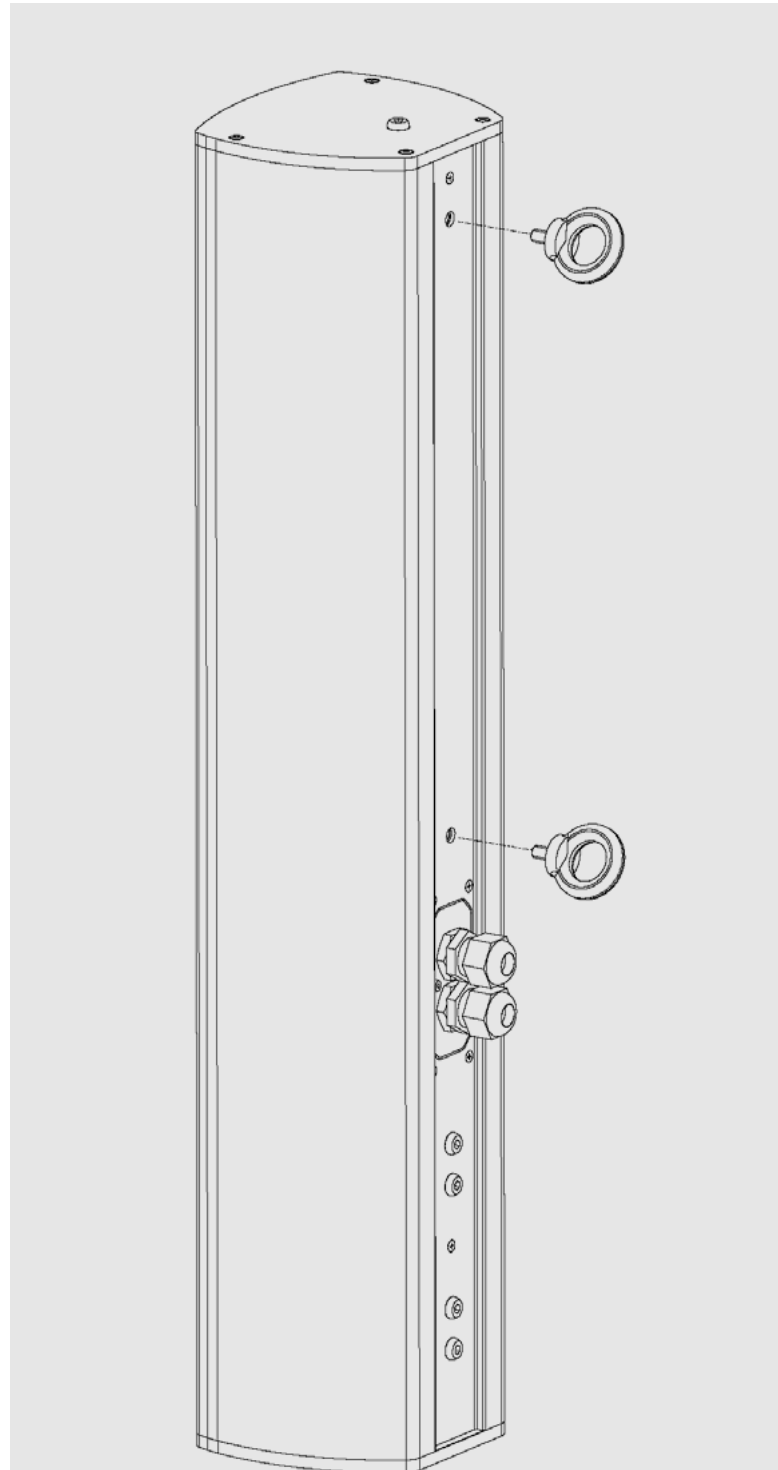

Abbildung 1
- Zum Anschlagen sind geschmiedete Ringösen DIN 580 aus C15 zu verwenden. **SIEHE ABBILDUNG 1.**